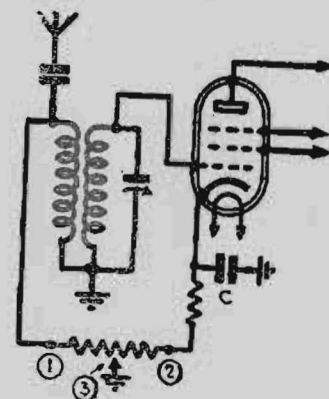

Fig. 35.—No funciona el control de volumen
**293.—Potenciómetro mal conectado. Los tres terminales 1, 2, 3, tocan con el chasis y establecen un cortocircuito que anula al potenciómetro (fig. 35).**